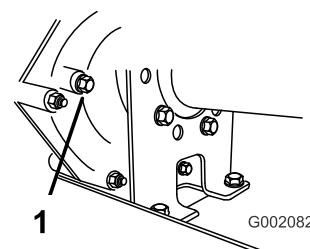

Figura 58
2. Retire o parafuso do orifício indicador do nível de fluido (Figura 58).